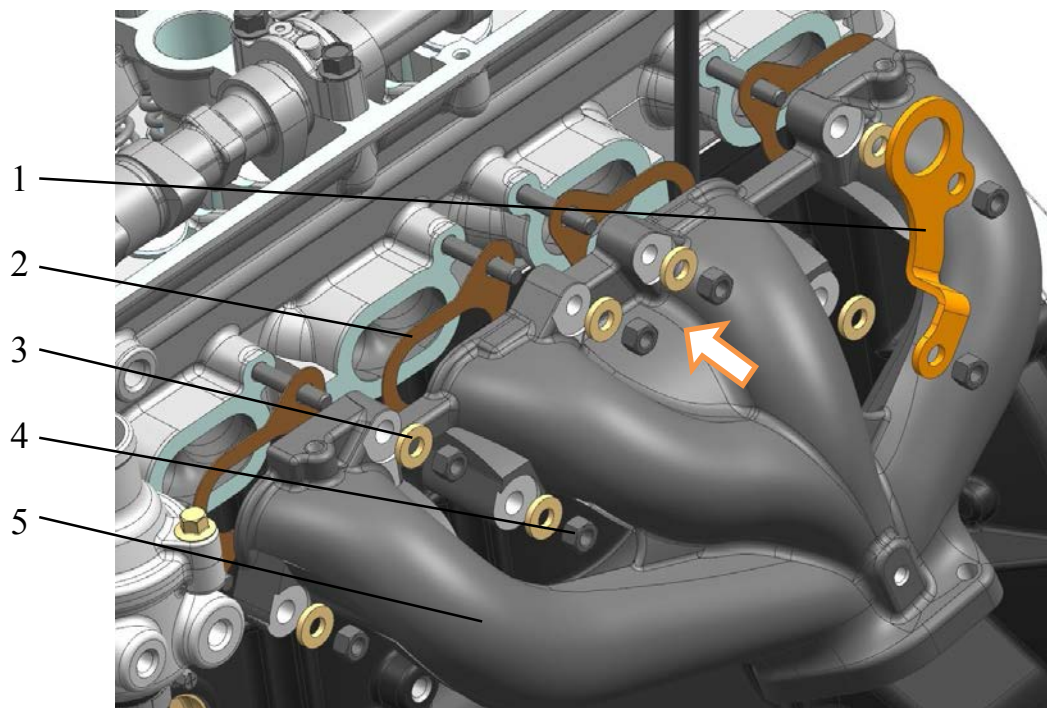

Рис.174. Установка выпускного коллектора:
**21.** Установить выпускной коллектор 5 (рис.174) с прокладками 2 и задний кронштейн подъема двигателя 1 с плоскими шайбами на шпильки. Наживить и завернуть все, кроме последней, гайки 4 крепления коллектора с плоскими шайбами 3 моментом 19,6...24,5 Н·м (2,0...2,5 кгс·м).